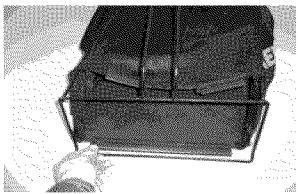

Figura 11 - Inserte en el bastidor de alambre
- Inserte el bastidor de alambre en la bolsa de tela (vea la figura 11). Asegúrese que el asa del bastidor de alambre esté arriba y que la orientación de la bolsa muestre el logotipo Remington mirando hacia arriba.